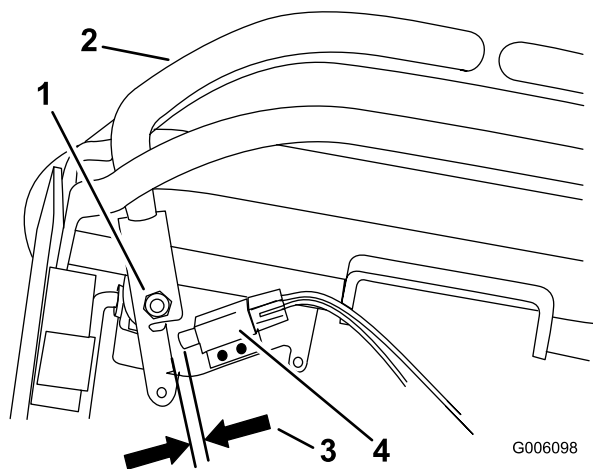

Figura 43
10. Compruebe la distancia entre la palanca de control y el interruptor, según se muestra en Figura 43. Debe ser de 3 mm.
11. Si es necesario, afloje los tornillos que sujetan el interruptor, y ajuste el interruptor (Figura 43).